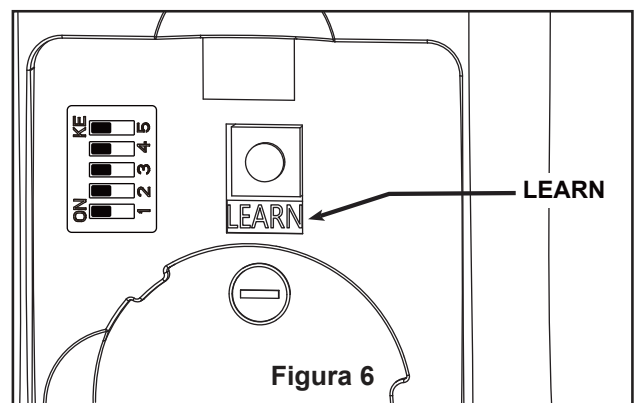

Figura 6
5. El receptor tiene una antena Wifi que puede utilizarse si sufre problemas de rango. (Figura 6)
6. Instale la unidad LED en la ensamble de la placa de iluminación usando el tornillo previamente retirado y asegure los tres tronillos. (Figura 6)
8. **Configuración del mando a distancia y proceso de configuración de la velocidad (RPM): (Figura 6)**